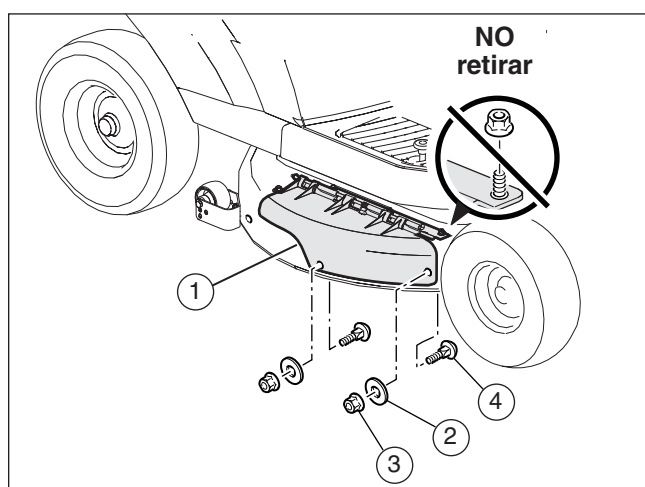

Figura 11
2. Monte la cubierta de la cubridora de suelos (1) en la plataforma del cortacésped con los pernos (4), las arandelas (2) y las tuercas con brida (3) (consulte la **Figura 11**).